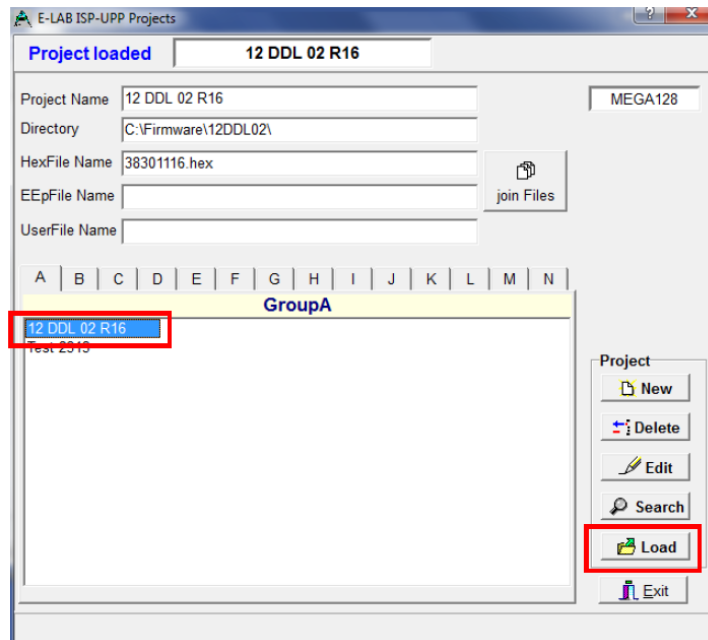

Рисунок 7
1.2.7 Назначьте файл прошивки и нажмите кнопку «Load» (рисунок 7).